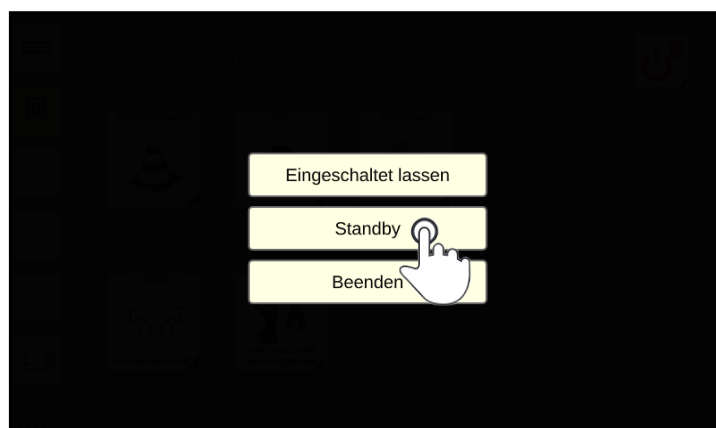

Abb. 76: Standby-Modus einschalten
3. Tippen Sie auf „Standby“ (siehe Abb. 76).